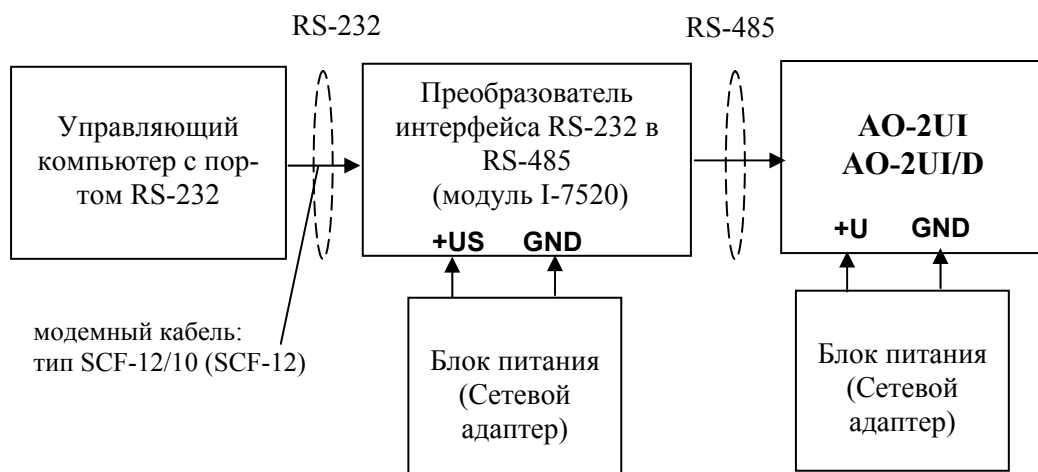

Рис.6.1.
- подготовить рабочее место, собрать схему рис.6.1